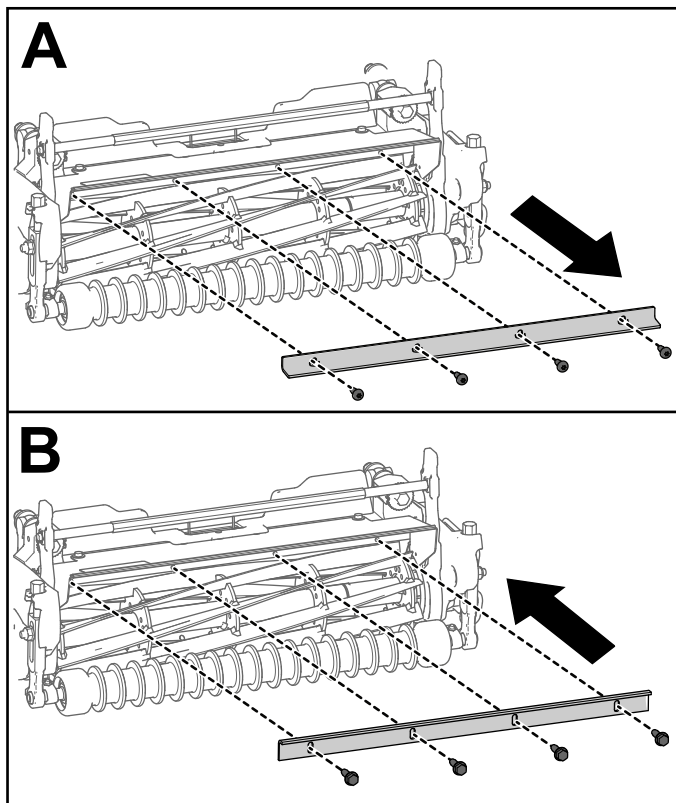

Figura 7
- Se il modello 04657 dell'apparato di taglio viene utilizzato con qualsiasi altro trattorino Greensmaster 3300 o 3400, rimuovete la barra per la deviazione dell'erba e sostituirla con la barra di taglio (n. cat. 115-3303-03) e 4 bulloni (n. cat. 131-6150) come illustrato nella Figura 7.